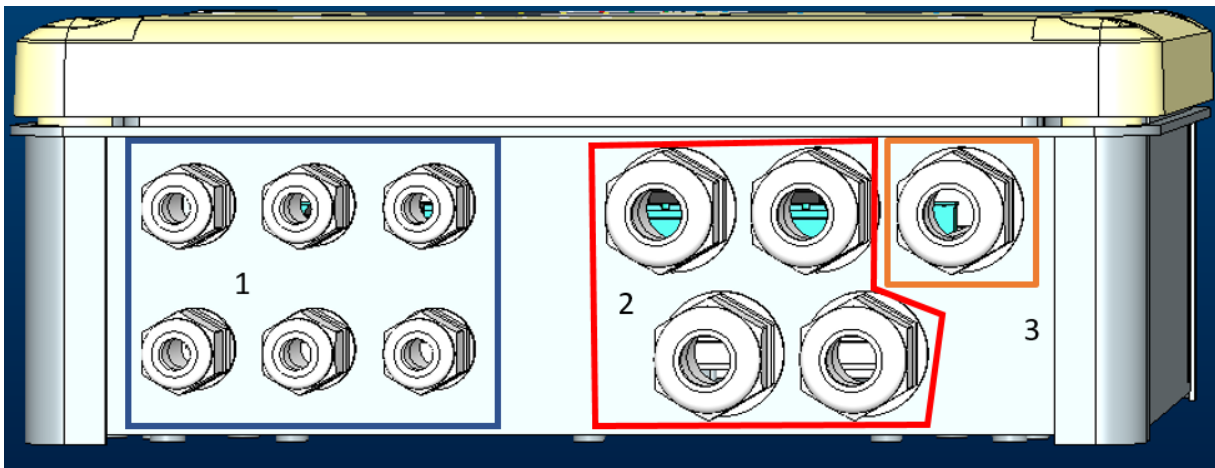

Figura 1: Imagem frontal dos prensa-cabos
1. Inserir o cabo no prensa-cabo indicado na Figura 1, evidenciado em laranja (Prensa-cabo 3)
De acordo com a aplicação, o utilizador pode efectuar outras ligações eléctricas, ver Figura 1. Com os prensa-cabos da secção 1 efectua-se as cablagens de Entradas (ver Parágrafo 2.7), sensor de pressão (ver Parágrafo 2.9) e Rs485 Modbus (ver Parágrafo 2.10). Com os prensa-cabos da secção 2 efectua-se as cablagens das Saídas (ver Parágrafo 2.8).